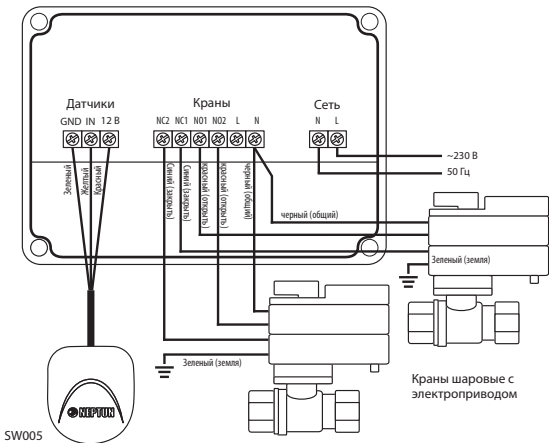

Рис. 2 Схема подключения кранов шаровых с электроприводом серии Neptun Bugatti Pro 220B к модулю управления Neptun Base
К модулю управления Neptun Base подвести фазу и ноль согласно схеме подключения (рис. 2).
2. Выполните соединение проводов в соответствии со схемой подключения, в зависимости от того, какие краны с электроприводом вы используете (рис. 2). Заземление сервоприводов выполнять вне корпуса модуля управления.